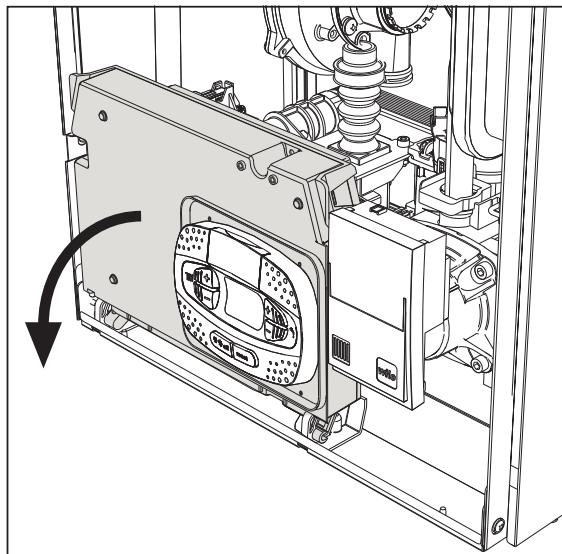
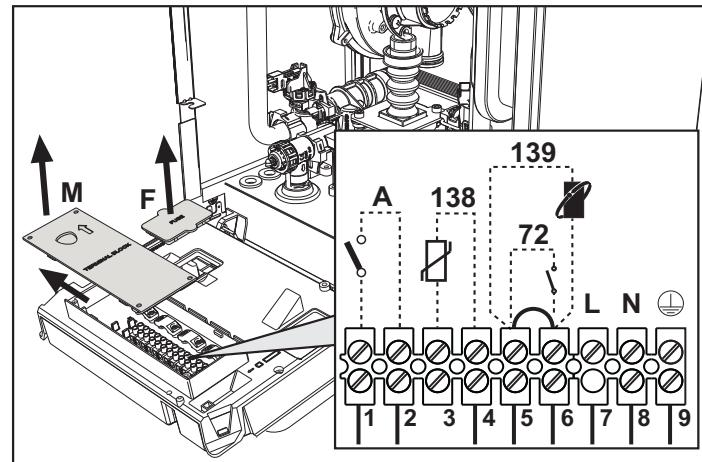

fig. 19
fig. 20
După ce ați scos panoul frontal (*** 'Deschiderea panoului frontal' on page 135 ***) veți putea avea acces la panoul de borne (M) și la siguranță (F) urmând indicațiile descrise în continuare (fig. 19 și fig. 20). **Bornele indicate în fig. 20 trebuie să aibă contactele curate (nu 230 V).** Dispunerea bornelor pentru diferitele conexiuni este indicată și în diagrama electrică din fig. 62.